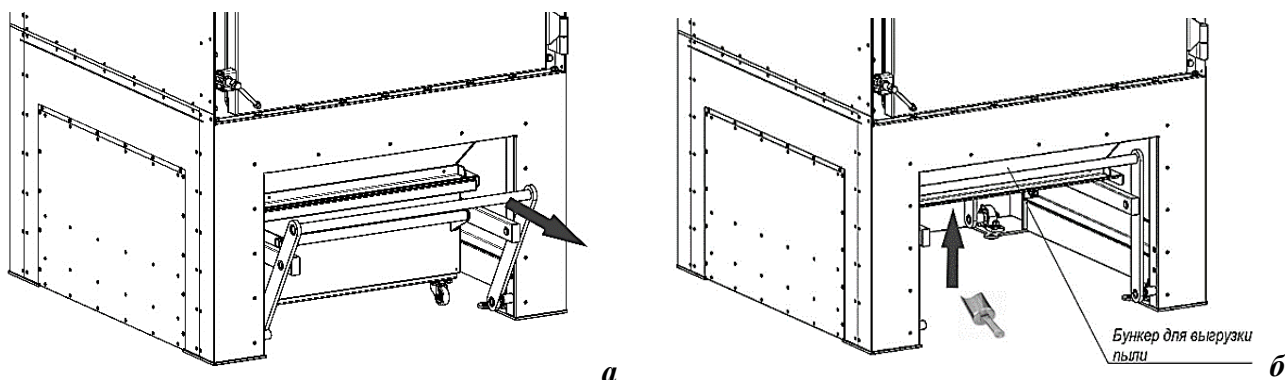

Рисунок 14
- 3) снять панель теплоизоляции пылесборника, потянуть за рычаг механизма поджатия пылесборника и выкатить пылесборник из-под фильтра (рисунок 14а);
- 6) через отверстие бункера выгрузки пыли небольшими порциями подавать средство предварительного запыления с помощью лопатки (рисунок 14б);